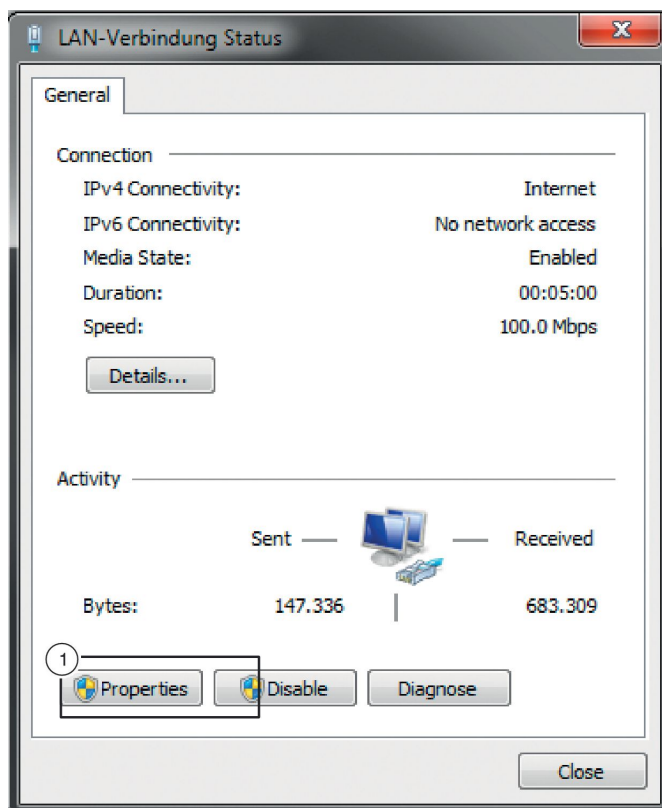

Рис. 40: Статус подключения по локальной сети
5. Выберите «Properties (Свойства)» (Рис. 40/1).